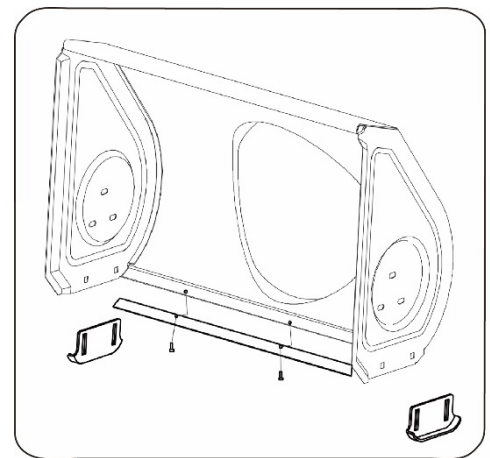

Fig. 20
1. Ta bort de fyra bultarna och muttrarna som håller fast dem på snöslungan. Se bild 20.
2. Montera de nya glidskorna med fyra bultar (två på varje sida) och muttrar. Se bild 20.